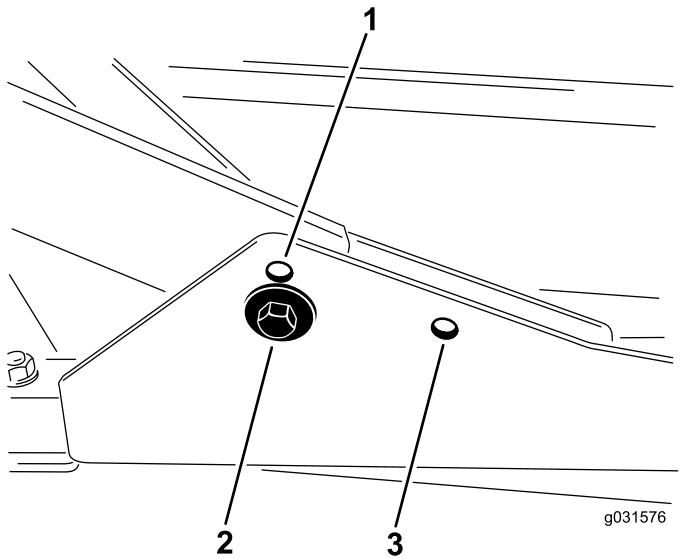

图 18
1. 如果剪草高度介于 27.6cm 之间请将前承载架安装在下方的前安装孔内图 18。
2. 如果剪草高度介于 6.310cm 之间请将前承载架安装在上方的前安装孔内图 18。
对于所有剪草高度后滚刀组都应安装在后安装孔内图 18。